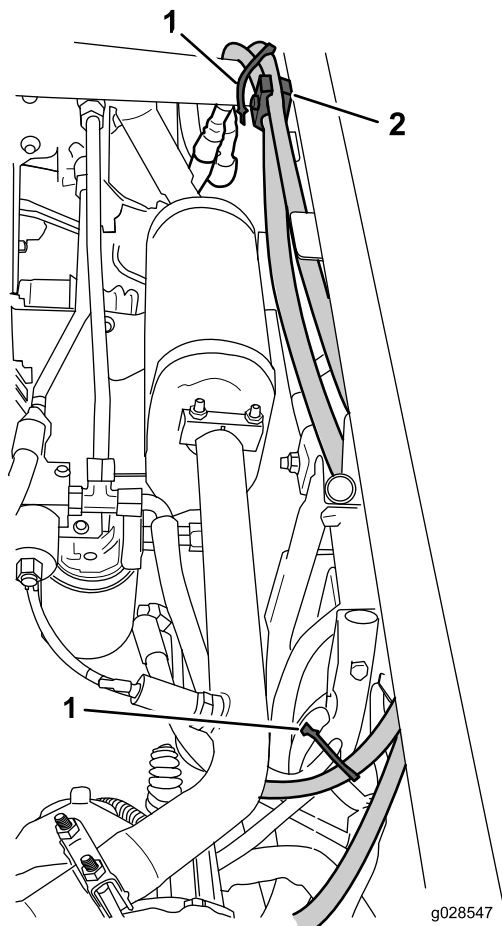

図 7
3. 図 7 に示すようにホースを配設して固定するケーブルタイ、チューブクランプ、クランプボルトを使用する。